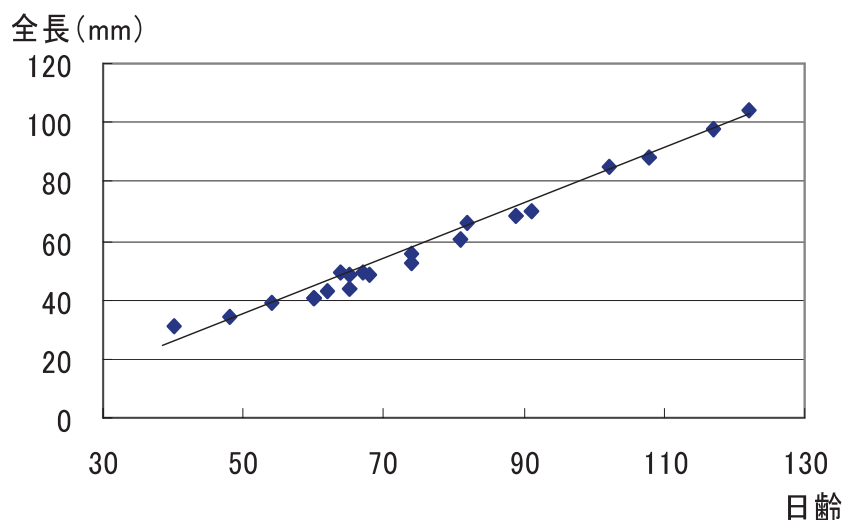

図2 クロソイの中間育成における成長
⑬ 自動給餌機のメリットは、摂餌が活発な日の出から無人で給餌できること、適当な間隔で給餌することにより、大型魚の飢餓やストレスを減らし共食いを減少させられること、人間の都合に関係なく決まった時間に給餌が出来ることなどです。
⑭ 配合飼料は給餌機に毎日セットし、数日分を入れておくことは避けて下さい。また、内部に強力乾燥剤など（配合飼料の袋の中に入っているものでも可）を貼り付けておくと餌の劣化が防げます。
⑮ 水温の急上昇、下降時などの環境変化によっても摂餌量が変わります。また、時化が起こりそうなときは給餌を控えて下さい。
⑯ 中間育成時のクロソイは1日に1mm程度、早ければ1週間で1cm程度成長します。成長に従って給餌量を変化させて下さい（図2参照）。